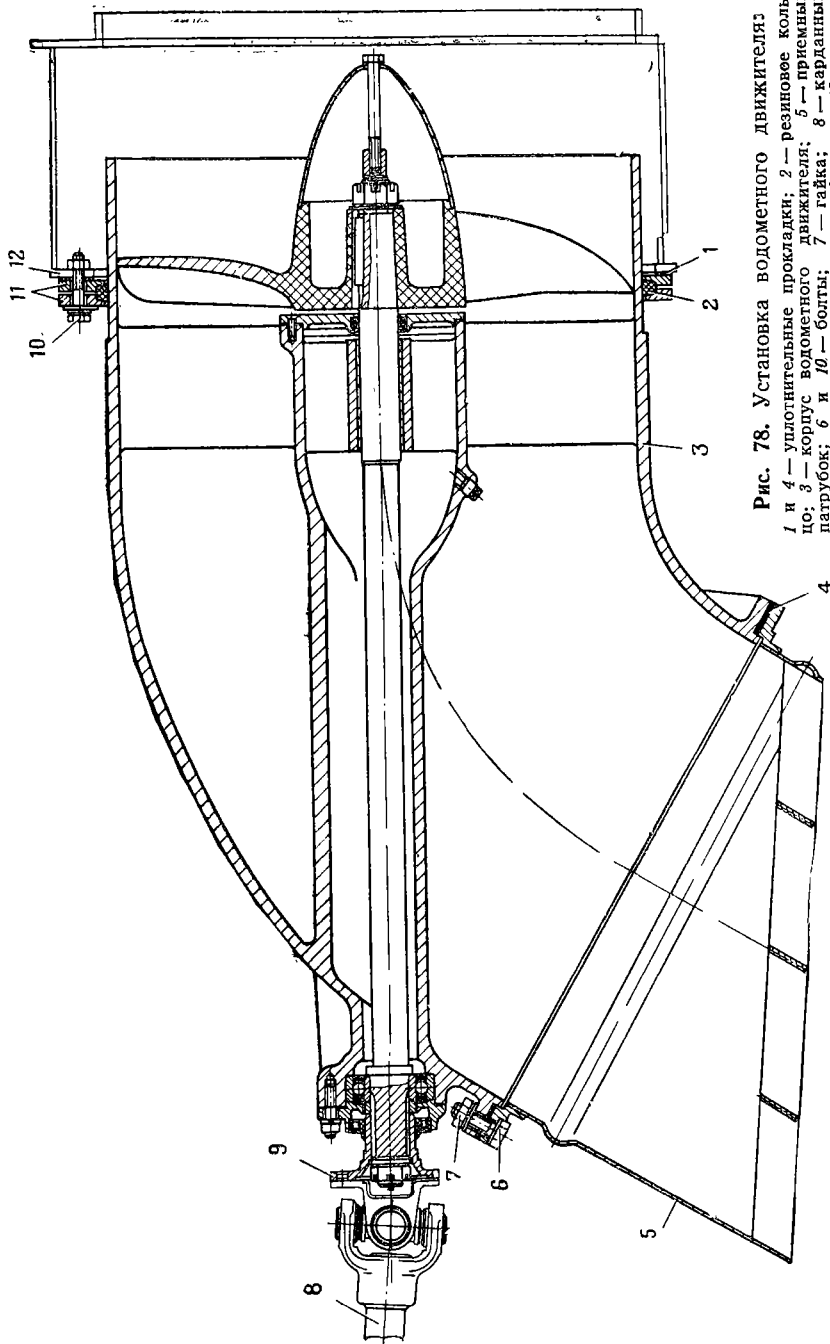

Рис. 78. Установка водометного двигателя:
6. Отвернуть гайки болтов крепления фланца карданного вала 8 (рис. 78) к фланцу 9, вынуть болты и отвести карданный вал в сторону.
1. Покрыть уплотнительные прокладки 1 и 4 (рис. 78) тонким слоем сурика или белил и установить их на приемный патрубок 5 и кольцо 12 корпуса машины.